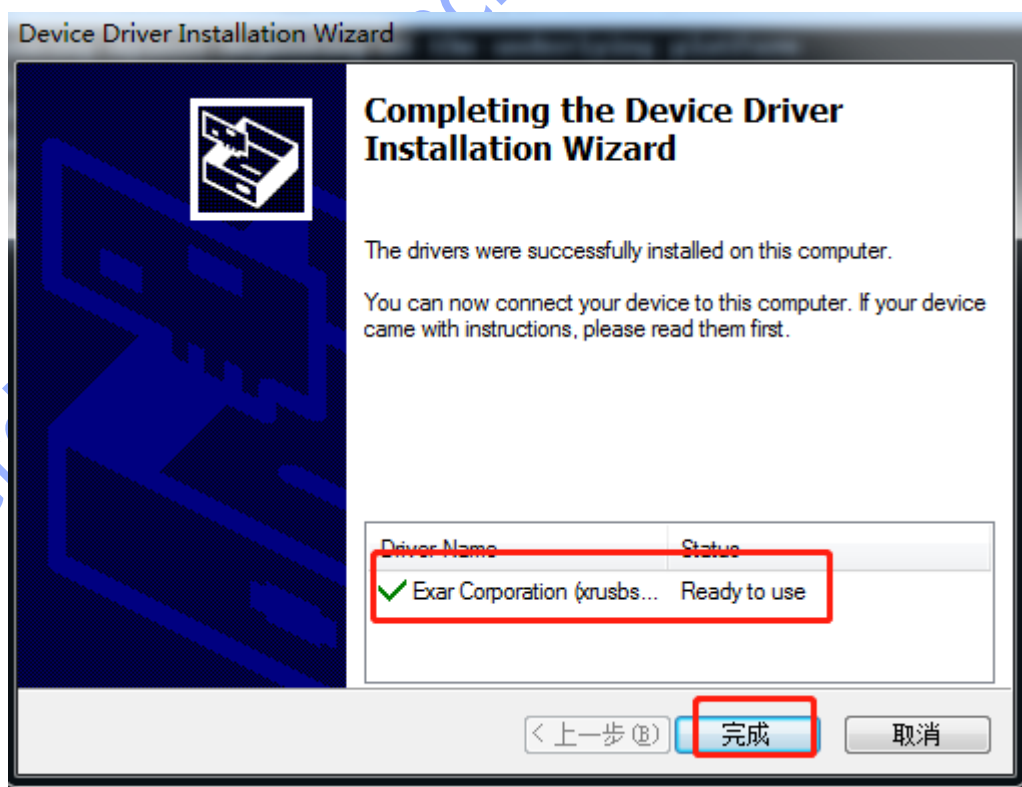

图 2-2 串口驱动安装完成界面
2、保持默认选项，点击下一步直到出现完成即可，如图 2-2.